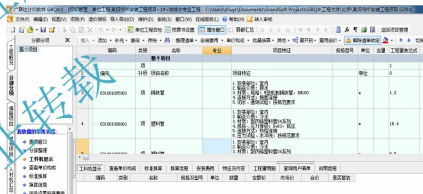

图 3.34 导入算量文件
(2) 选择安装算量文件所在位置, 然后检查列是否对应, 确认无误后单击导入, 结果如图 3.34 所示。